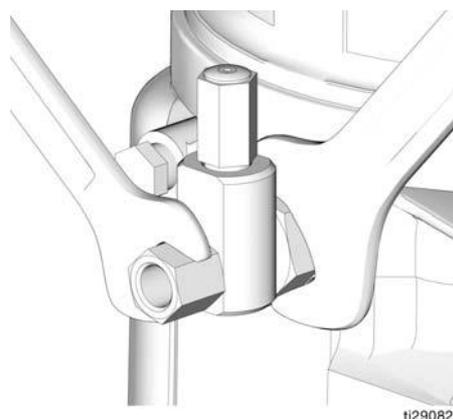

Рис.16
1. Ослабьте фитинг патрона насоса (Рис.16).
3. Затяните фитинг патрона насоса, поворачивая два ключа в противоположные стороны (Рис.16).